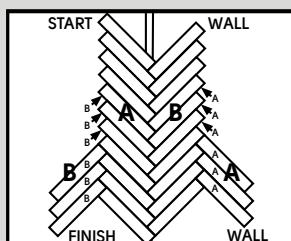

Abb. 7
8. Beginnen Sie an der „Endwand“ und schieben Sie die Endnut einer „B“-Dielle in die Seite einer „A“-Dielle. Schieben Sie die „B“-Dielle in einem leichten Winkel in das Ende der „A“-Dielle, bis sie fest sitzt (Abb. 7). Hinweis: Bei Abweichungen von der Mittellinie kann das Produkt über den Boden hin und her bewegt werden (Abb. 7).